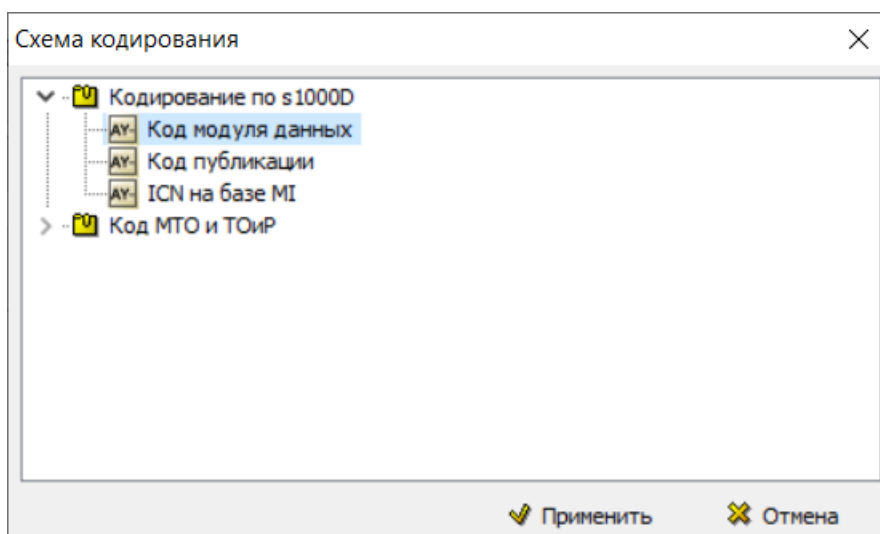

Рис. 3.97
4. Установите флаг у параметра **Использовать кодирование** и загрузите схему кодирования «Код модуля данных» (Рис. 3.97).